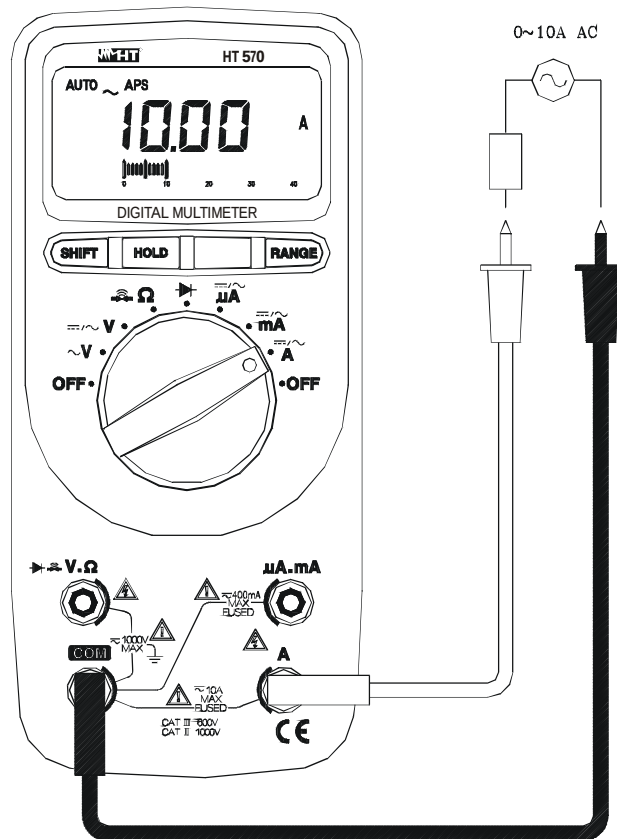

Abb. 7: AC TRMS Strommessung
2. Verbinden Sie die rote Messleitung mit der A Buchse und die schwarze in die COM Buchse ( Abb. 7).